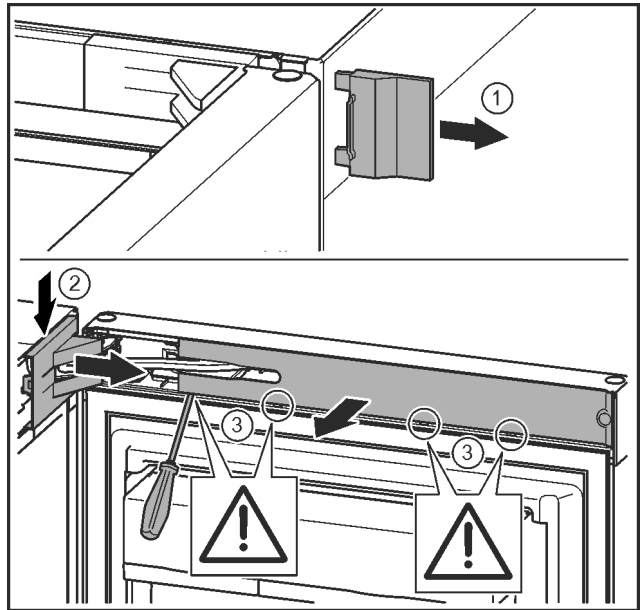

Fig. 10
- ▶ Retire la cubierta exterior. Fig. 10 (1)
- ▶ Desencaje y suelte la cubierta del soporte de cojinete. Retire la cubierta del soporte de cojinete. Fig. 10 (2)
- ▶ Desencaje el panel con el destornillador para tornillos de cabeza ranurada y gírelo lateralmente. Fig. 10 (3)